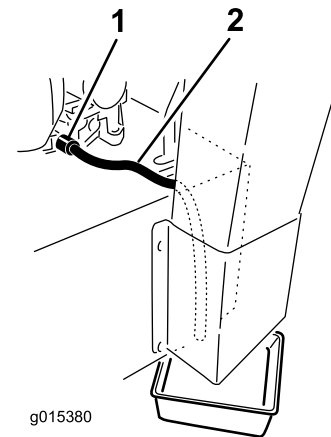

Figura 37
5. Coloque un recipiente debajo del tubo de vaciado. Gire la válvula de vaciado para que se drene el aceite (Figura 37).